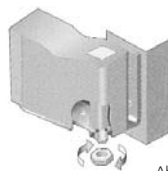

Abb. 5
- b) Entfernen Sie die Mutter vom unteren Scharnierhalter (Abb. 5).